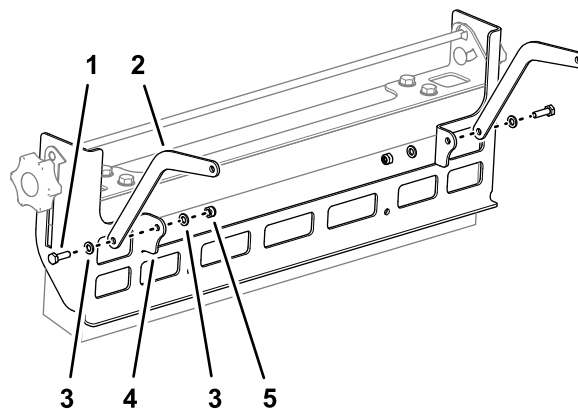

Figura 4
1. Allineate il foro nel braccio della spazzola con il foro sulla linguetta del supporto spazzola come mostrato nella Figura 4.
2. Fissate il braccio della spazzola al supporto spazzola (Figura 4) utilizzando un bullone senza dado (6 x 20 mm), 2 rondelle (6 mm) e un dado di bloccaggio (6 mm).